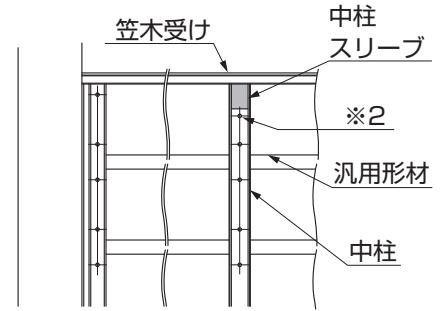

図5-17
- 汎用形材を中柱に取付けの際、中柱スリーブを避けて取付けてください。(※2) (図5-17参照)
- ① 端部キャップを【1-2】で縦椋カバーに取付け、縦椋にはめ込んでください。
- ② 笠木・中柱カバーをはめ込んでください。